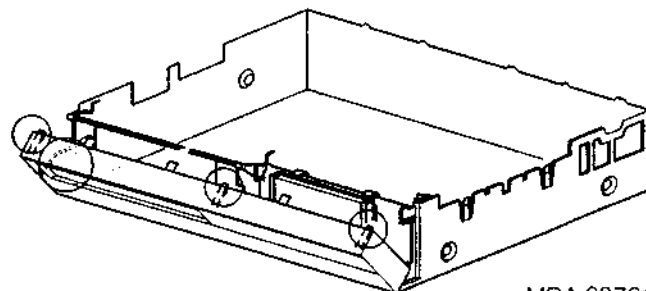

FIG. 2-2
- Het bedieningspaneel is met drie klikconstructies (zie fig. 2-2) aan de onderkast vergrendeld. Door deze klikconstructies te ontgrendelen kan het gehele bedieningspaneel naar voren worden gekanteld. Om het gehele bedieningspaneel te verwijderen moet eerst de koptelefoon aansluiting, de kantelbeveiliging links en de flexibele verbinding met de displayprint worden verwijderd. Bij het verwijderen van het bedieningspaneel de cassetteklep iets naar binnen drukken.